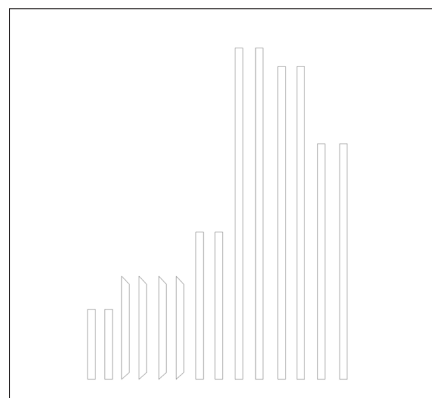

Fig. 1.
1. Découper le motif au laser CO₂ dans une feuille de caoutchouc, après avoir préalablement appliqué du ruban adhésif double face sur son verso (Fig. 1) ;